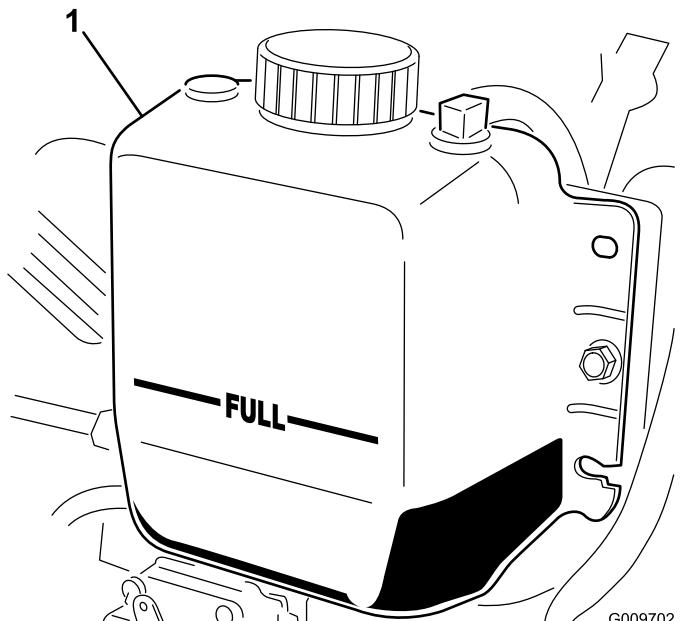

Figura 14
- Controllate il livello del refrigerante nel radiatore. Il radiatore deve essere riempito fino alla parte superiore del collo del bocchettone, ed il serbatoio di espansione fino al segno di "FULL" (pieno) (Figura 14).